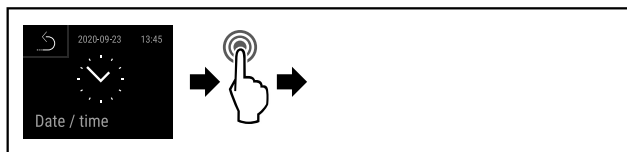

Fig. 105
- ▶ Seguir los pasos de procedimiento (consulte Fig. 105) .